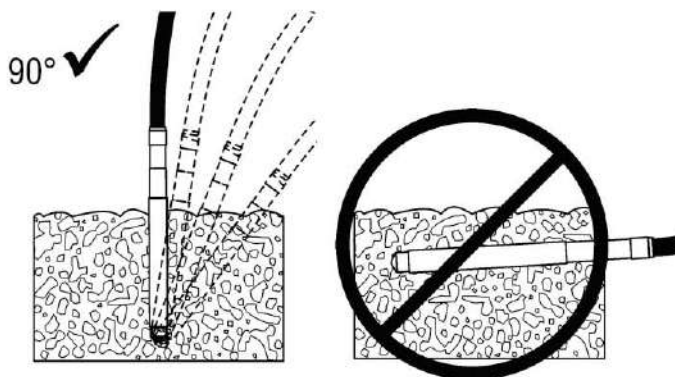

FIGURA 23.
- Debido a que las vibraciones más potentes se generan en la punta del cabezal y disminuyen hacia la parte superior, no se obtiene ningún incremento en el efecto vibrador si el cabezal al vibrar el concreto se coloca en posición horizontal. Figura 23.